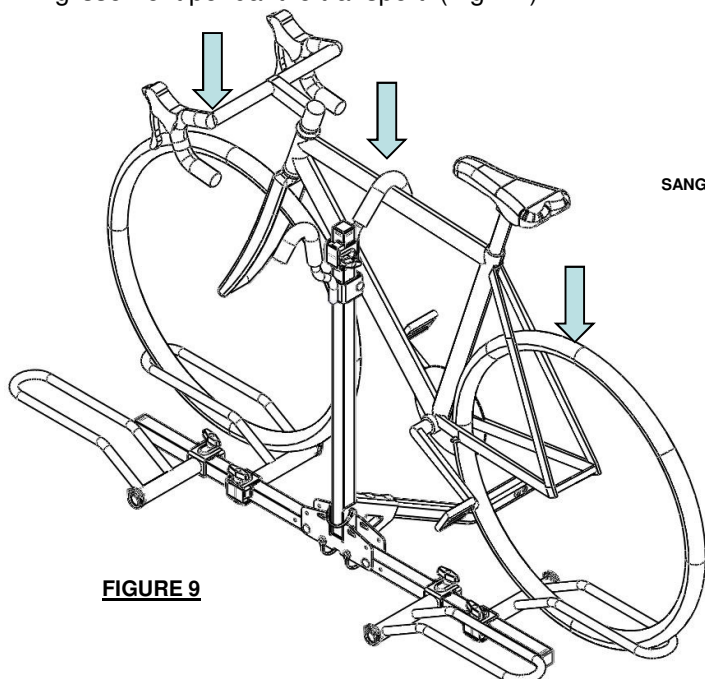

FIGURE 9
3. Tourner le tube central à la position verticale et le verrouiller à l'aide de la goupille en arceau. Abaisser le crochet de cadre sur le cadre de vélo, comme illustré. (Fig. 9)